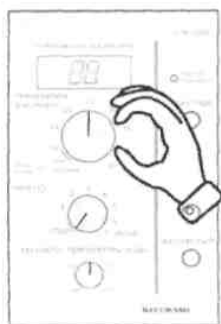

Рис. 16.4
5. Установить регулятором «температура в комнате» желаемое значение обогреваемой температуры на отапливаемом объекте. (Рис. 16.4.)